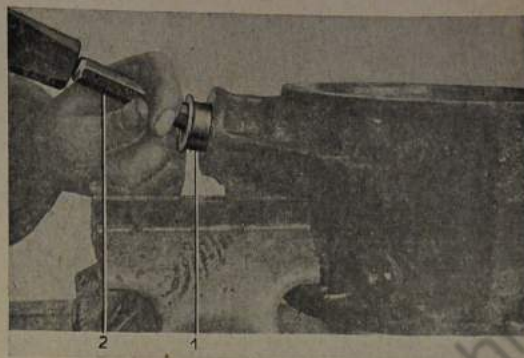

Bild 687: Buchsen für Achsbolzen heraus schlagen
2. Antriebsgelenkgehäuse in Schraubstock spannen und die Buchsen von innen nach außen mit Schlagdorn heraus schlagen (Bild 687).